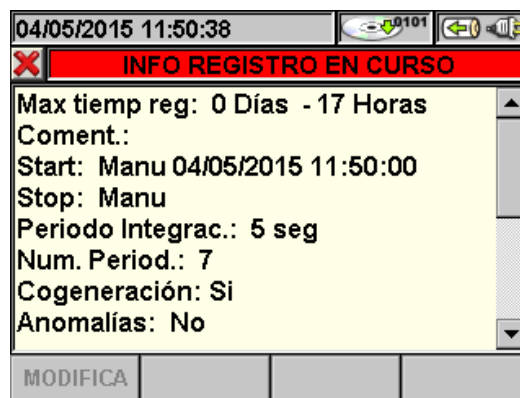

Fig. 84: Pantalla información registro en curso
3. En la pantalla de la Fig. 84 se encuentran las siguientes informaciones: